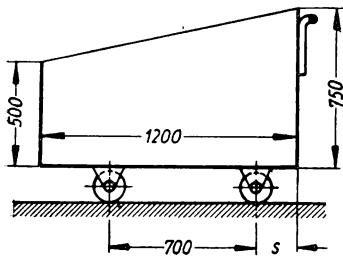

Bild 91
- 230.** Ein Kohlenwagen für ein Kesselhaus hat die im Bild 91 gegebenen Abmessungen und 650 mm lichte Breite. a) Wieviel kg Kohle faßt der gestrichen volle Wagen, wenn die Wichte der aufgeschütteten Kohle 900 kg/m^3 beträgt? b) In welchem waagerechten Abstande von der rechten Kastenwand liegt der Schwerpunkt der Kohlefüllung? c) Wie groß muß das Maß s für die Anordnung der Achsen unter den Wagen bemessen werden, wenn die Achsen 700 mm Abstand voneinander haben und beide gleich schwer belastet sein sollen? Der Schwerpunkt des leeren Wagens fällt mit dem der Kohlefüllung zusammen.